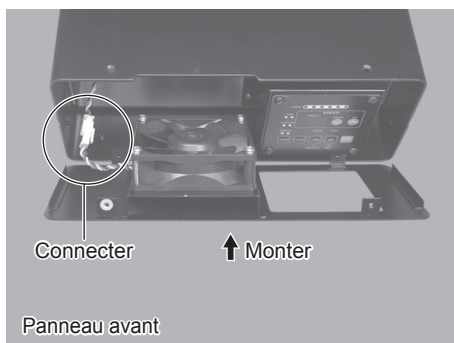

Fig. 45
- (11) Connectez le connecteur du cordon du VENTILATEUR (Fig. 45).
- (12) Rattachez le panneau avant au corps principal du BOÎTIER DE CONTRÔLE (Fig. 45).